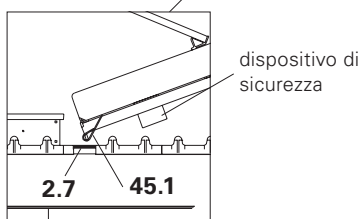

Fig. A9.12a
- Lo scivolo (45.1) posto sul lato inferiore della piattaforma si innesta nell'attacco (2.7) della trave SLT 375 e si blocca. (Fig. A9.12a)